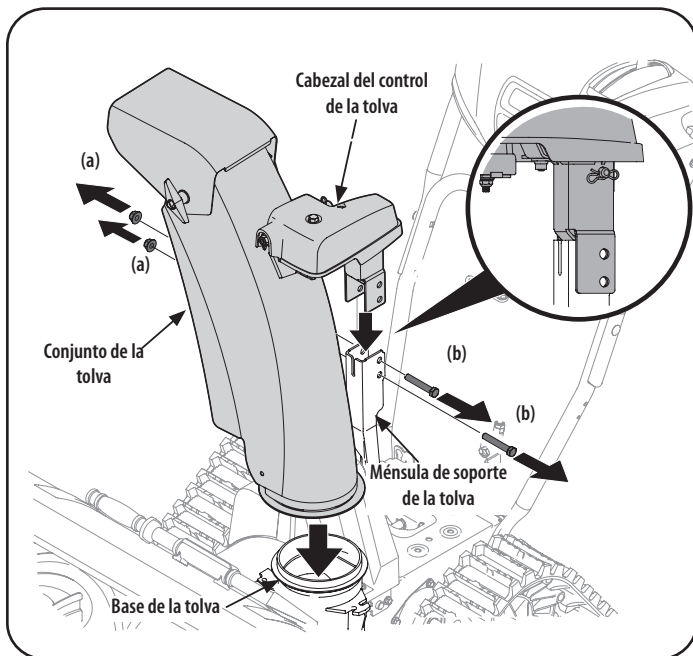

Figura 5
6. Extraiga las tuercas de seguridad (a) y los tornillos hexagonales (b) de la ménsula de soporte de la tolva (para lo que se requerirán dos llaves). Vea la Figura 5.
7. Ubique el conjunto de la tolva sobre la base de la tolva y el cabezal de control de la tolva sobre la ménsula de soporte de la tolva. Vea la Figura 5.